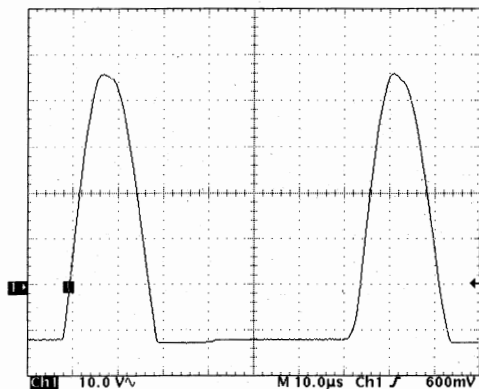

Fig. 5
- Connecter la sonde de l'oscilloscope au point 6 du STVDST-01 et sélectionner des échelles adéquates sur l'oscilloscope pour des impulsions de 100V d'amplitude et une fréquence de ligne de 15 KHz (10 μ s). La figure 5 vous montre la forme de l'impulsion que vous devez observer.
A l'oscilloscope la trace est correcte (voir Fig. 5).